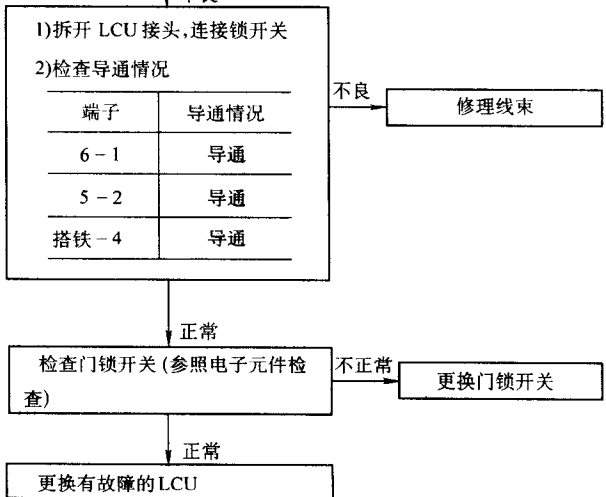

图 3-17 诊断程序 4
(4) 诊断程序 4 (车门锁锁止/开启信号检查), 如图 3-17 所示。